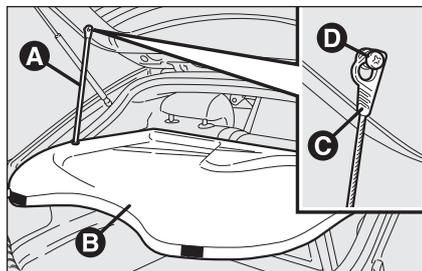

fig. 74
- liberare le estremità dei due tiranti **A-fig. 74** di sostegno della cappelliera **B** sfilando gli occhielli **C** dai perni **D**;